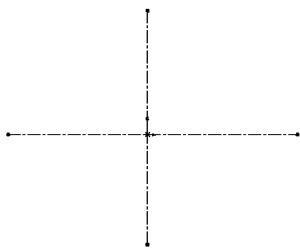

图 2-40 绘制两条中心线
STEP 2 单击“草图”工具栏中的“中心线”按钮, 捕捉草绘原点绘制两条水平与垂直的中心线, 如图 2-40 所示。